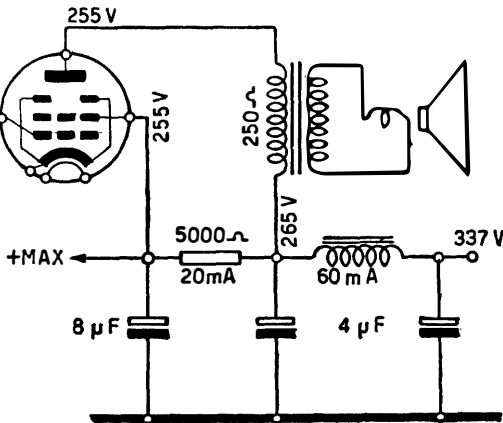

Fig. 15.1. - La distorsione e il ronzio possono venire ridotte riducendo la tensione di schermo allo stesso valore della tensione di placca.
D) RONZIO LEGGERO E CONTINUO, DI NOTA BASSA. — È per lo più presente in apparecchi di classe, a molte valvole, specie se provvisti di due finali in controfase accoppiate con trasformatore. L'alta amplificazione delle note basse di questi apparecchi, e il basso periodo proprio della bobina mobile, nonchè il cono di grande diametro, favoriscono la presenza di ronzio leggero e cupo. Gli apparecchi di questo tipo richiedono un filtraggio molto accurato, specie della tensione alla griglia schermo delle finali. Ove le griglie schermo si trovino all'uscita del filtro, insieme ai circuiti di placca, può riuscir utile disaccoppiare con una resistenza di 3 000 sino a 5 000 ohm, e far seguire da un altro elettrolitico di 8 μ F, come in fig. 15.1.